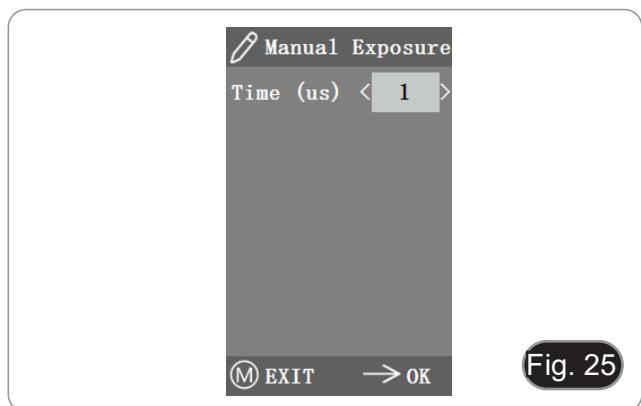

Fig. 25
- En la exposición manual, también se puede ajustar la exposición ajustando el valor del “tiempo de exposición”. (Fig. 25)